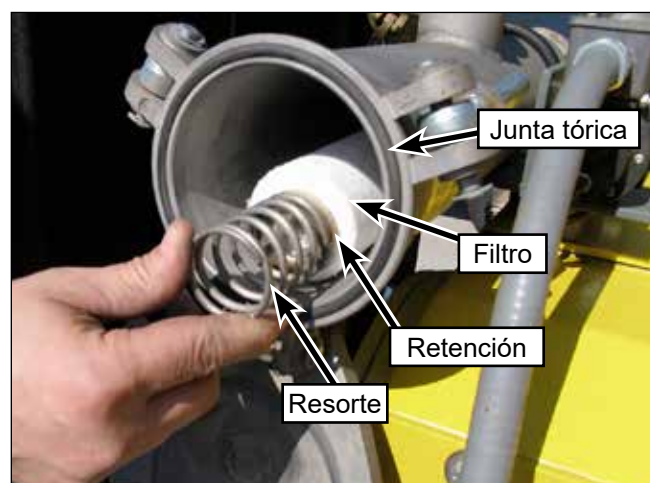

Figura 19: Extracción del cartucho.
2. Abra lentamente la cubierta y atrape el resorte (Figura 19) y la retención del resorte.